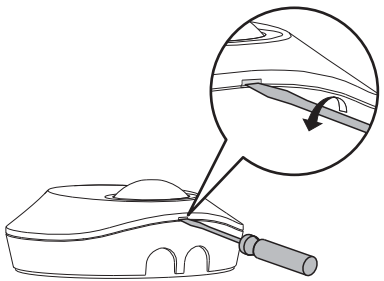

FIG.5
3.4.1.1 Utilice un destornillador de cabeza plana para quitar la cubierta decorativa (Ver FIG.5).